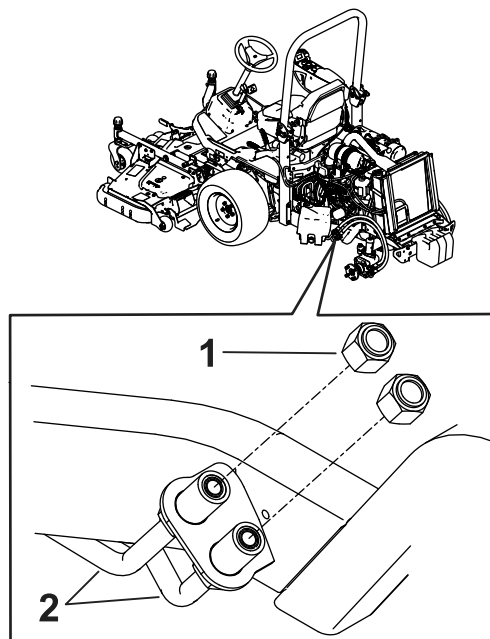
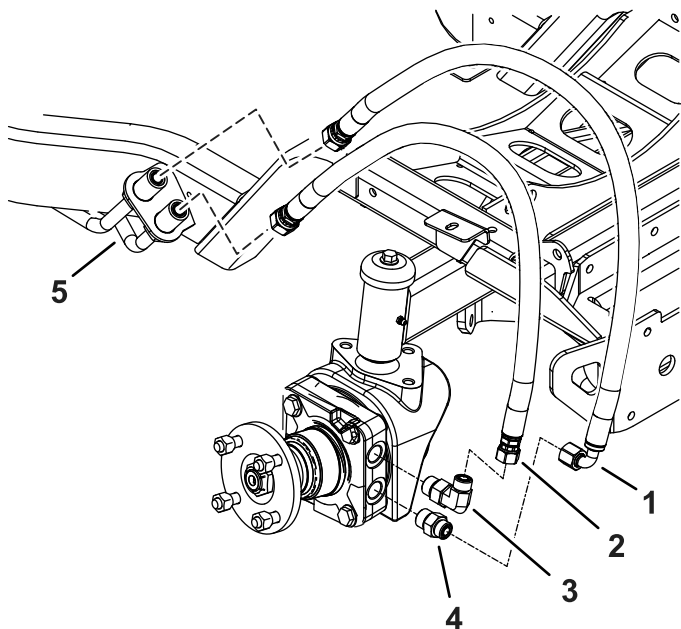

Figur 9
Figur 10
1. Ta bort de befintliga hydraulslangarna från hydraulledningarna framför hjulet och montera omedelbart locken på hydraulledningarna (Figur 9 och Figur 10).